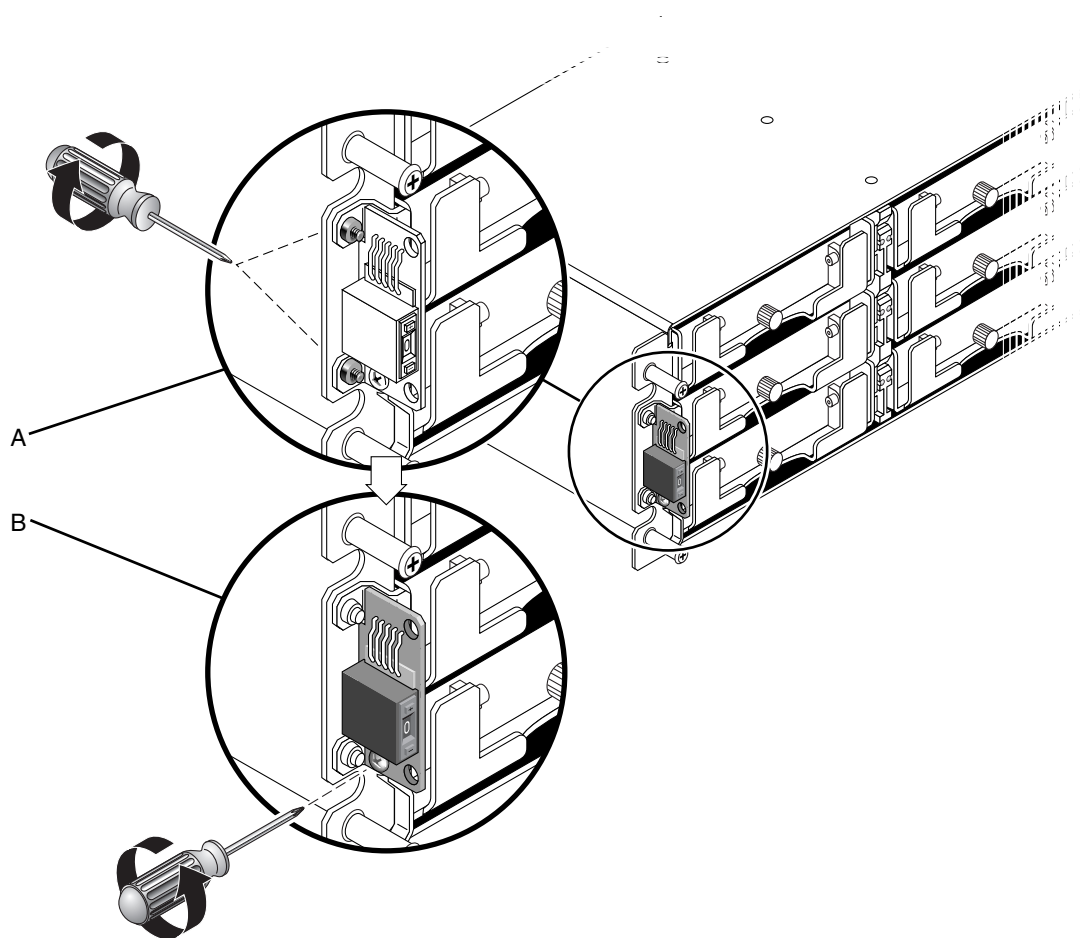

FIGURE 6-10 Retrait du module commutateur d'ID hors du châssis
2. Retirez la vis à tête fraisée (B sur la FIGURE 6-10) de fixation du module de commutateur au châssis.
Remarque – Si la vis du support inférieur bloque la vis du module commutateur d’ID (B sur la FIGURE 6-10), le châssis devra être sorti de l’armoire (baie en armoire) ou du capot (baie de table) pour pouvoir accéder aux vis du support (A sur la FIGURE 6-10) et les retirer. Les deux vis à tête creuse 4-40 x 1/2 pouce fournies peuvent être utilisées à la place des vis du support si celles-ci devaient être endommagées lors de leur retrait. Pour plus d’informations sur le retrait du capot d’une baie de table, reportez-vous au *Guide d’installation des FRU de la famille Sun StorEdge 3000*.
5. Si les vis à tête plate (A sur la FIGURE 6-10) ont été retirées, introduisez-les dans le support en travers la bride du châssis.